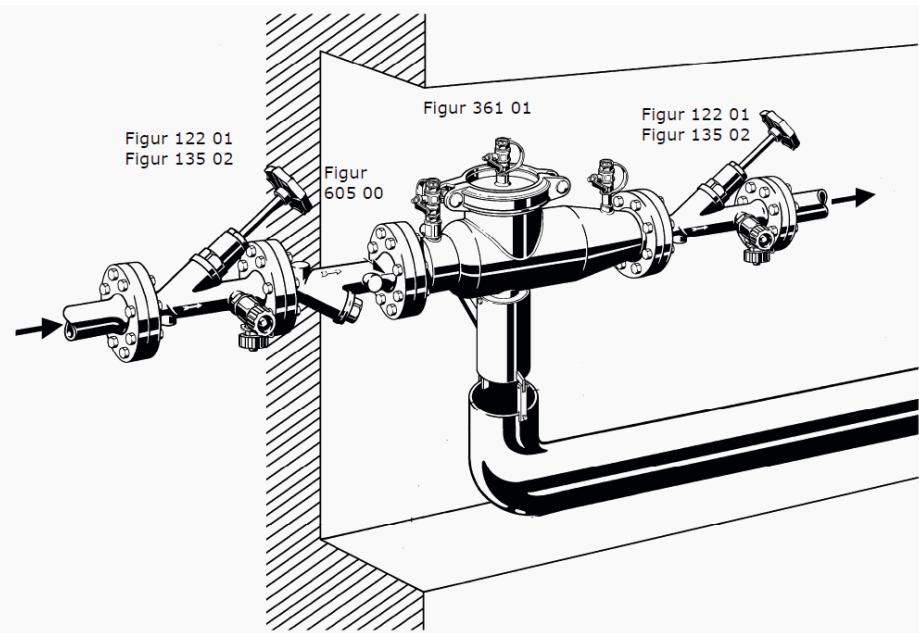

Abbildung 2: Einbaubeispiel
3. Bauen Sie den Systemtrenner wie in Abbildung 2 ein.